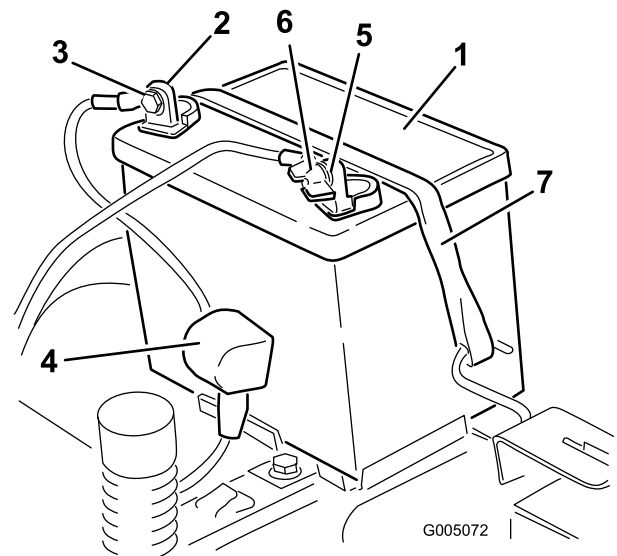

Bild 46
4. Klemmen Sie das Minuskabel (schwarz) vom Batteriepol ab (Bild 46).
6. Klemmen Sie das Pluskabel (Rot) vom Batteriepol ab (Bild 46).
7. Nehmen Sie die Batterieklemme ab (Bild 46) und heben Sie die Batterie aus dem Batteriefach heraus.
1. Setzen Sie die Batterie in das Fach (Bild 46).
5. Befestigen Sie die Batterie mit der Befestigung (Bild 46).